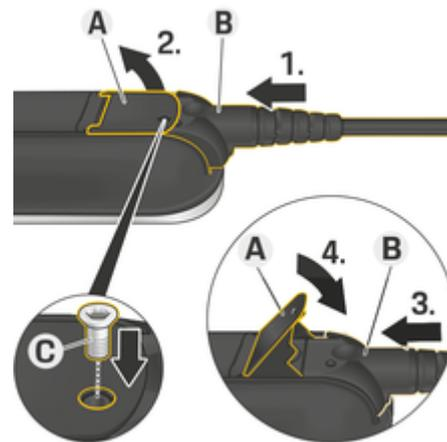

Fig. 9: Fijación del cable y el enchufe
- ✓ La palanca **A** (Fig. 9) está cerrada.
1. Inserte el enchufe **B** (Fig. 9) en la unidad de control hasta que note la primera resistencia.
5. Fije el conector **B** a la unidad de control mediante el tornillo **C** (Fig. 9).